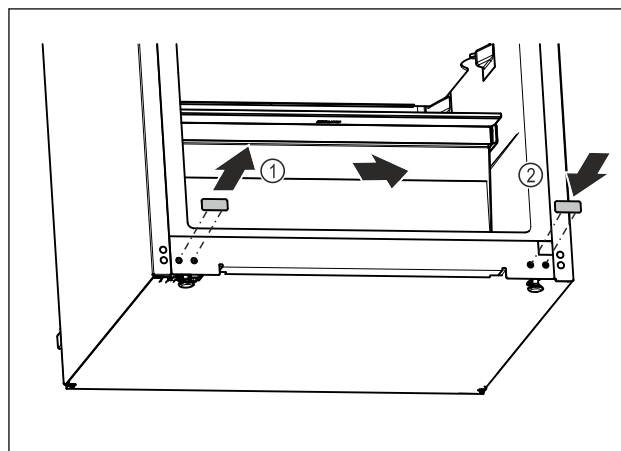

Fig. 20
- ▶ Wyjąć zatyczkę osłonki. Fig. 20 (1)
- ▶ Założyć zatyczkę osłonki po przeciwległej stronie. Fig. 20 (2)